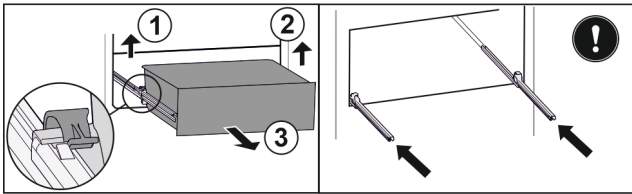

Fig. 201
- ▶ Linke Klemme anheben und gleichzeitig Schubfach links nach vorne ziehen. Fig. 201 (1)
- ▶ Rechte Klemme anheben und gleichzeitig Schubfach rechts nach vorne ziehen. Fig. 201 (2)
- ▶ Schubfach nach vorne entnehmen. Fig. 201 (3)